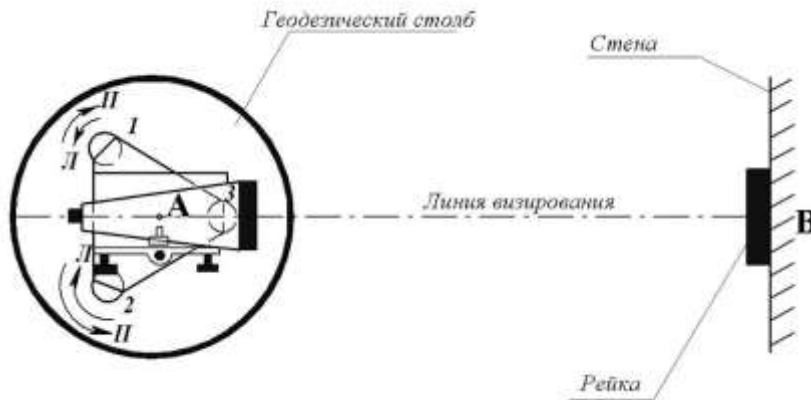

Рис. 7. Схема наблюдения в поверке №3
- 3) Устанавливают зрительную трубу перпендикулярно отвесной плоскости, проходящей через два подъемных винта 1 и 2 подставки нивелира (рис. 7).
1. Поворачивают нивелир вместе с подставкой так, чтобы труба расположилась по линии АВ (см. рис. 7).
4. Вращением наводящего винта 9 (см. рис.1) зрительной трубы точно наводят её на изображение нивелирной рейки (см. рис.7), закрепленную на стене геодезического кабинета.
7. Вращением подъемных винтов 1 и 2 (см. рис.7) в направлении стрелок с индексом "Л" на два полных оборота каждого наклоняют ось вращения нивелира *влево*.
9. Вращением подъемных винтов 1 и 2 (см. рис.7) в направлении стрелок с индексом "П" на четыре полных оборота каждого винта наклоняют ось вращения нивелира *вправо*.